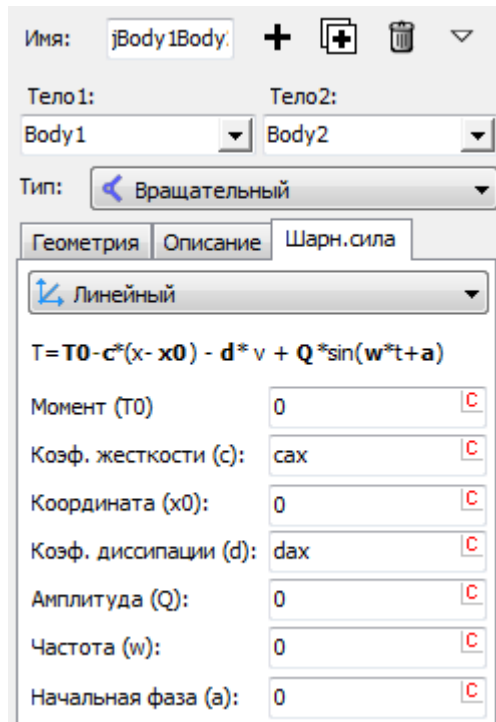

Рис. 3.6. Задание упруго-диссипативной силы в шарнире
6. Перейдите на вкладку **Шарн. сила** и укажите тип шарнирной силы **Линейный**. В поле **Коэф. жесткости (c)** введите cax , а в поле **Коэф. диссипации (d)** введите dax , рис. 3.6.